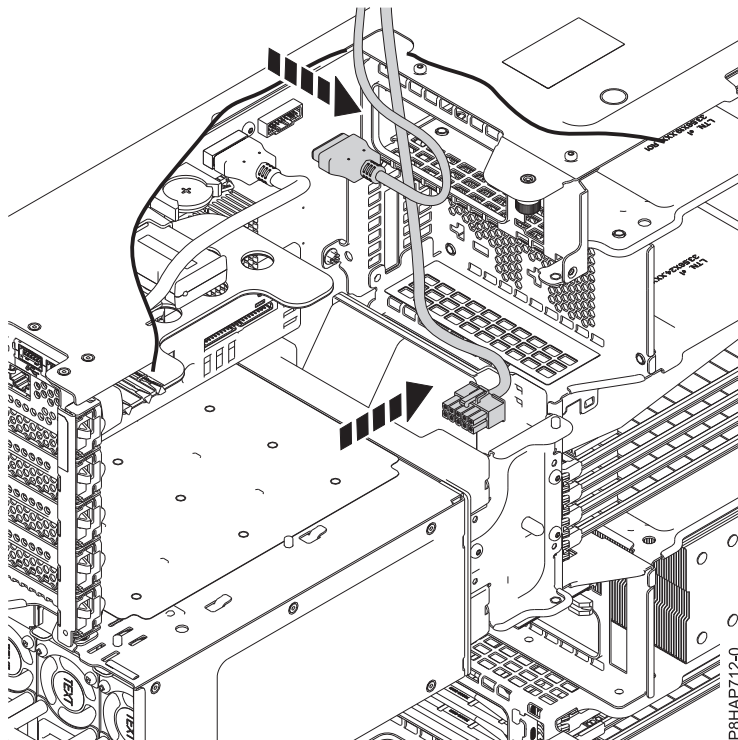

Figure 67. Déconnexion du câble USB et du câble d'alimentation électrique de la station d'accueil RDX interne (FC EUA3) du cadre système
5. Déconnectez le câble d'alimentation électrique de la station d'accueil RDX interne (FC EUA3) du cadre système. Voir figure 67, à la page 79.